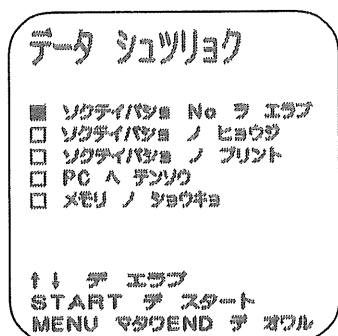
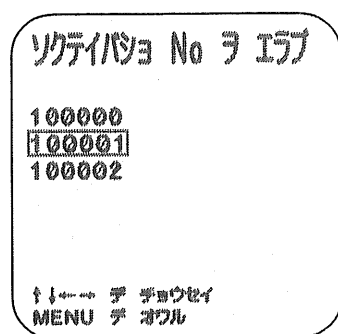
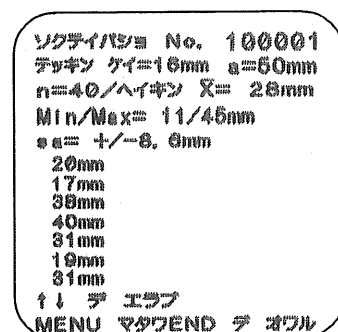
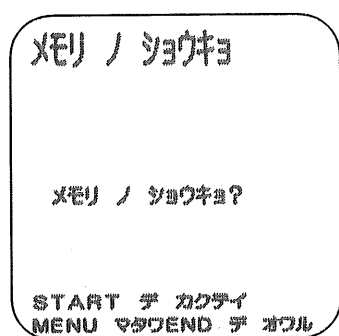

図15
図16
図17
図18
7. 7. データ処理は、☐ データ シュツリョクにカーソルを合わせSTARTキーを押してください。図15が表示されます。
7. 7. 1. 測定場所の選択は、図15を表示させたあと、☐ ソクテイバシヨ No ヲ エラブにカーソルを合わせSTARTキーを押してください。図16が表示されます。
- MENUキーを押すと図15に戻ります。
7. 7. 2. 測定結果の表示は、図15を表示させたあとに測定ナンバーを選択し(7. 7. 1. 参照)、☐ ソクテイバシヨ ノ ヒョウジにカーソルを合わせSTARTキーを押してください。図17が表示されます。
7. 7. 3. 測定結果のプリントアウトは、図15を表示させたあとに測定場所を選択してください。(P13 7. 7. 1. 参照)
7. 7. 4. 測定結果のデータ転送は、図15を表示させたあとに測定場所を選択してください。(P13 7. 7. 1. 参照)
7. 7. 5. 測定結果の消去は、図15を表示させたあと、□ メモリ ノ ショウキヨにカーソルを合わせSTARTキーを押してください。図18が表示されます。